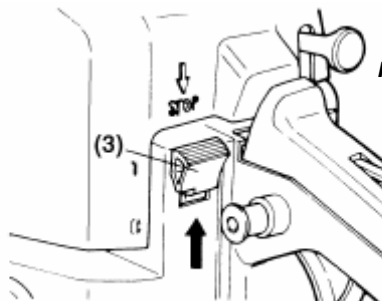

Fig. 2
2. Ställ kontakten i "I" position. (Fig. 2)